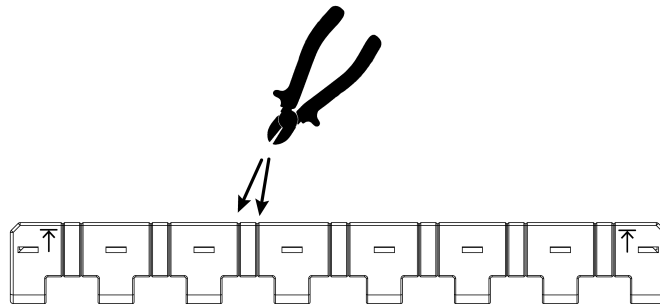

Figura 5: Corte del carril de fase
- Si es necesario, corte el carril de fase en las muescas con unos alicates de corte diagonal (véase figura 5).